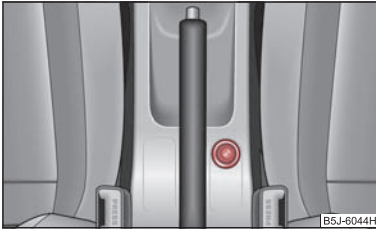

Abb. 74 Mittelkonsole: Zigarettenanzünder
- Drücken Sie den Anzünderknopf des Zigarettenanzünders hinein ⇒ Abb. 74.